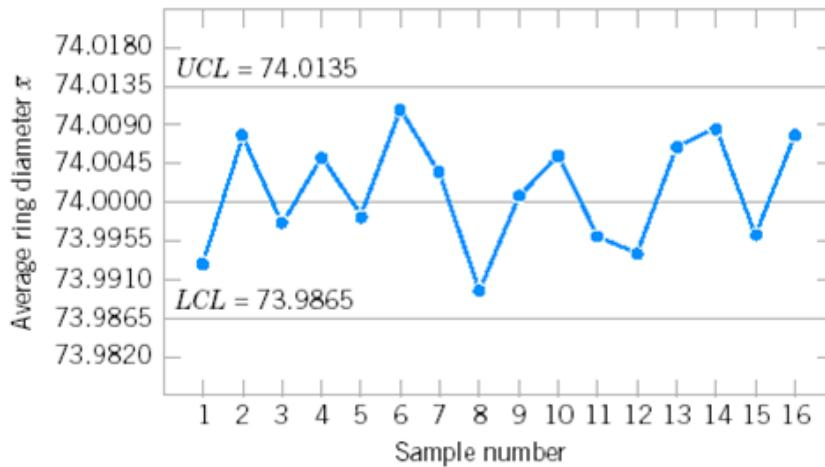

Figura 6.2: *Gráfico de control \bar{X} .*
- 2) El gráfico de control \bar{X} lo tenemos en la Figura 6.2.